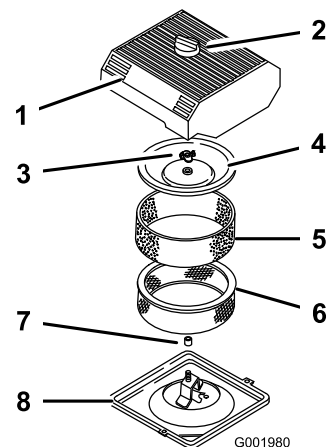

Figura 46
3. Pulite intorno al filtro dell'aria per evitare che la morchia possa penetrare nel motore provocando gravi danni (Figura 46).
4. Svitare la manopola sul coperchio del filtro dell'aria e togliete il coperchio (Figura 46).
5. Togliete con cautela l'elemento in schiuma sintetica dall'elemento di carta (Figura 46).
6. Svitare il dado del coperchio e togliete sia il coperchio che l'elemento di carta (Figura 46).
1. Infilate con cautela l'elemento in schiuma sintetica sopra l'elemento di carta del filtro dell'aria (Figura 46).
3. Avvitare a fondo, manualmente, il dado contro il coperchio (Figura 46).
4. Montate il coperchio del filtro dell'aria e la manopola (Figura 46).